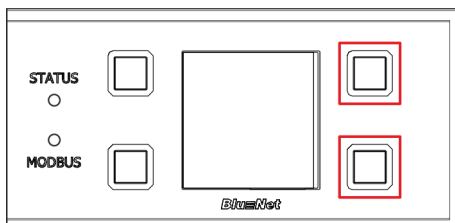

Abb. 52: Display mit Bedientasten
1. Die zwei Tasten rechts neben dem Display drücken und gedrückt halten (Abb. 52/rote Markierung).
4. Die zwei Tasten neben dem Display loslassen (Abb. 52/rote Markierung).